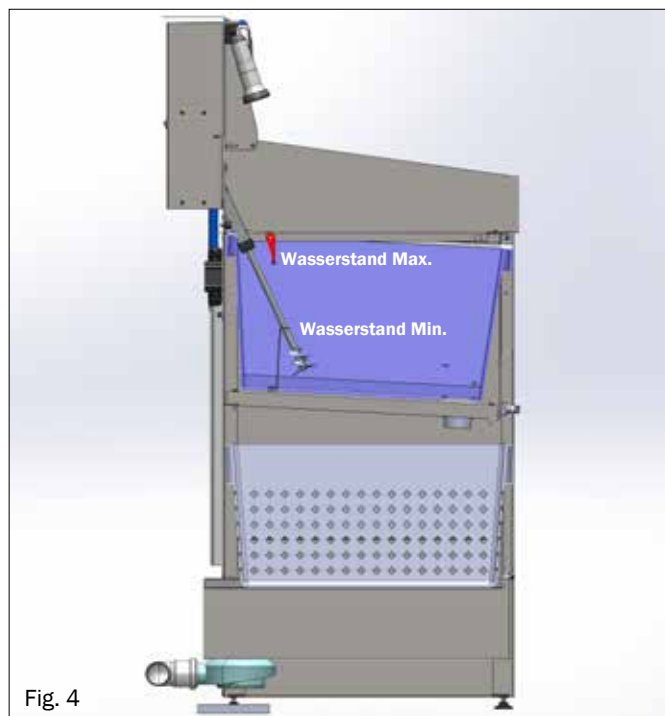

Fig. 4
- Nettoyage des rouleaux dans le bac de pré-lavage des rouleaux (fourni dans le kit ColorFree top) (9) Fig. 4
Avant que l'eau de lavage puisse être traitée pour la suite du processus, un niveau d'eau minimum doit être atteint (niveau d'eau min.) Fig. 4.